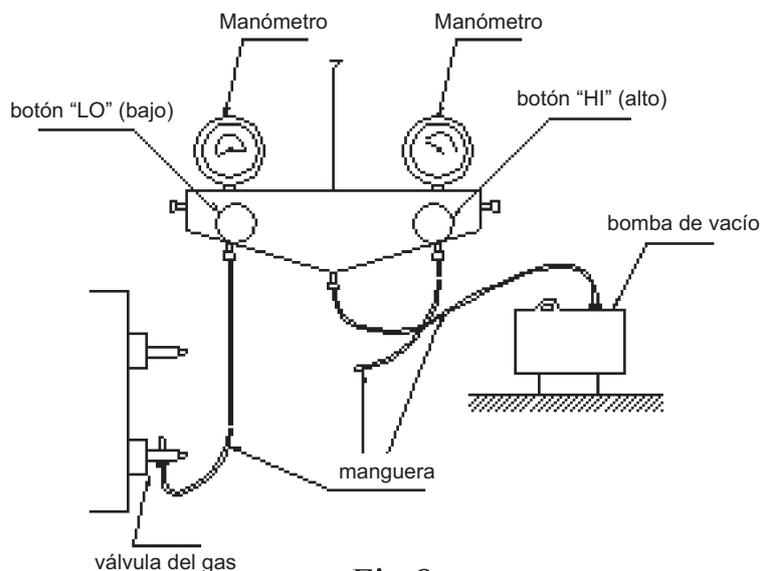

Fig.8
3. Como muestra la siguiente figura (Fig. 8), la bomba de vacío expulsa el aire con su humedad de la tubería.